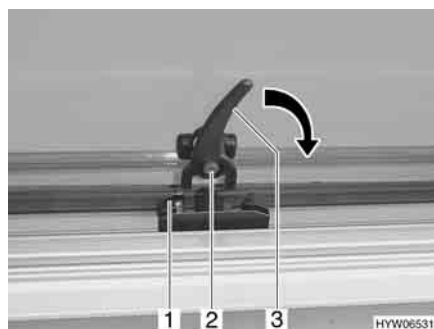

Fig. 53 Leva di serraggio in posizione "Aperto"
- Premere il bottone di sicurezza (Fig. 53,2) e mantenerlo premuto.
- Ruotare la leva di serraggio (Fig. 53,3) nella direzione della freccia di un quarto di giro verso il telaio della finestra.
- Ruotare la leva di serraggio (Fig. 53,3) di un quarto di giro verso il centro della finestra.
- Ruotare la leva di serraggio in senso antiorario. Il bloccaggio deve entrare nell'apertura sinistra (Fig. 53,1) del dispositivo di bloccaggio (Fig. 54).
- Rilasciare il bottone di sicurezza (Fig. 53,2).